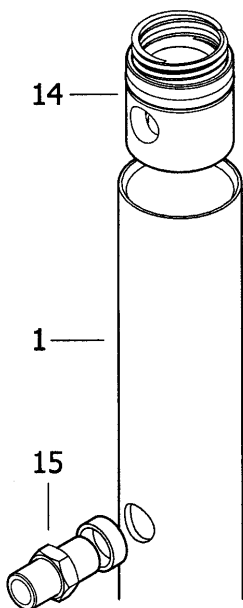

Fig. 8
5. Unscrew and remove the air inlet adaptor (15) and remove carefully the air packing set (14) from inside the tube (1) (fig. 8), pushing it with a rod made out of a soft material (i.e. wood).
5. Desenroscar y quitar el adaptador de entrada de aire (15) y quitar con cuidado el conjunto empaquetadura de aire (14) desde dentro del tubo (1), empujándole con una barra de material blando (p.e. madera).
6. Desenroscar y quitar el adaptador de salida de fluido (17) y quitar con cuidado el conjunto empaquetadura de fluido (16) desde dentro del tubo (1) (Fig. 8), empujándole con una barra de material blando (p.e. madera).
5. Desserrer et retirer l'adaptateur d'entrée d'air (15) et extraire avec soin l'ensemble porte-joints d'air (14), de l'intérieur du tube (1), en poussant ce dernier à l'aide d'une baguette de matière souple (en bois p.e).
6. Desserrer et retirer l'adaptateur de sortie de fluide (17) et extraire avec soin l'ensemble porte-joints de fluide (16), de l'intérieur du tube (1) – (Fig. 8), en poussant ce dernier à l'aide d'une baguette de matière souple (en bois p.e).